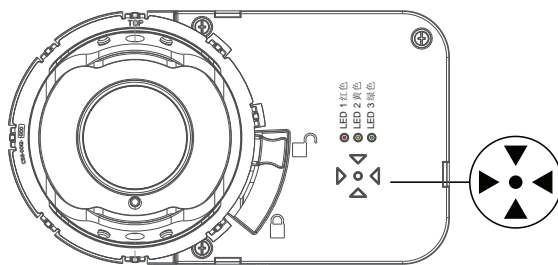
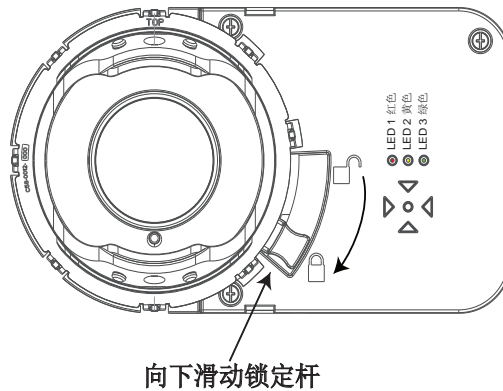

图 13-3: 箭头阵列
图 13-5: 锁定并稳固透镜
* 请参阅图 13-3和图 13-5了解 LED 1、2 和 3。